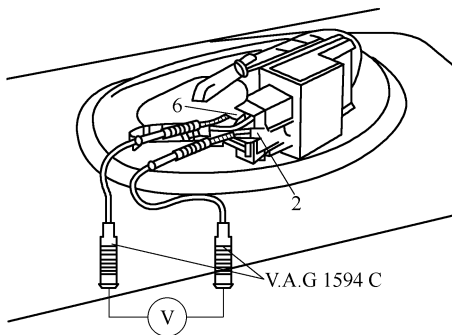

图 2-5-6 测试端子电压
① 如图 2-5-6 所示,将万用表 Fluke112 的表笔和测量辅助工具套件 V. A. G1594C 中的插接器连接在插头的端子 2 和 6 之间。(注意:插头继续连接在上面。)